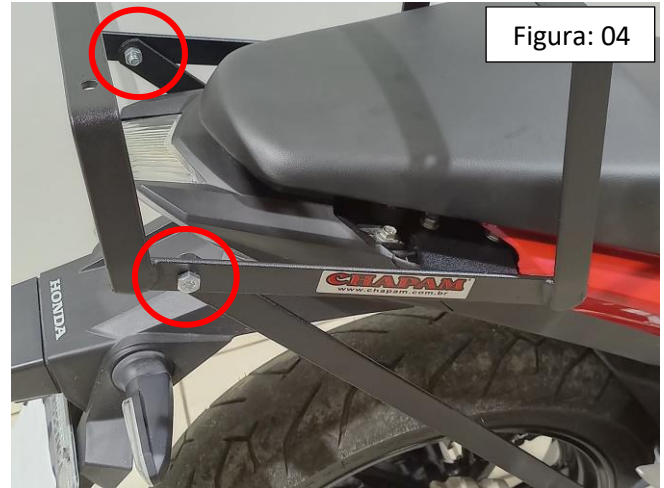

Figura: 04
**03-** Instale os reforços laterais (item 02), faça a união primeiramente na parte superior inserindo o parafuso 08 x 20, arruela e porca travante (itens 04,05 e 06), detalhe A e Fig. 04;